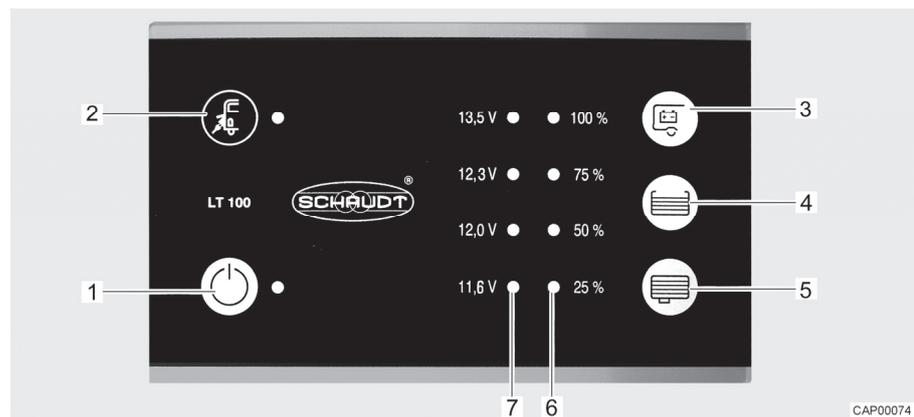

Bild 50 Panel (LT 100)
Die gelbe LED beim Symbol Netzanschluss "☰" (Bild 50,2) leuchtet, wenn das Fahrzeug an eine externe Netzversorgung angeschlossen ist. Die LED leuchtet dann auch bei ausgeschaltetem Panel.
Der 12-V-Hauptschalter (Bild 50,1) schaltet das Panel und die 12-V-Versorgung des Wohnraums ein und aus.
*Einschalten:* ■ Schalter "⏻" (Bild 50,1) drücken: Die 12-V-Versorgung des Wohnraums ist eingeschaltet. Die LED leuchtet grün.
*Ausschalten:* ■ Schalter "⏻" (Bild 50,1) erneut drücken: Die 12-V-Versorgung des Wohnraums ist ausgeschaltet. Die LED erlischt.
Die LED-Skala (Bild 50,7) zeigt die Batteriespannung der Wohnraumbatterie wie folgt an:
*Batteriespannung anzeigen:* ■ Taste "⏻" (Bild 50,3) drücken: Die Batteriespannung der Wohnraumbatterie wird angezeigt.
Die LED-Skala (Bild 50,6) zeigt den Füllstand des Frischwassertanks oder des Abwassertanks an.
Taste "☰" (Bild 50,4) drücken: Der Füllstand des Frischwassertanks wird durch leuchtende LEDs angezeigt.
Taste "☷" (Bild 50,5) drücken: Der Füllstand des Abwassertanks wird durch leuchtende LEDs angezeigt.